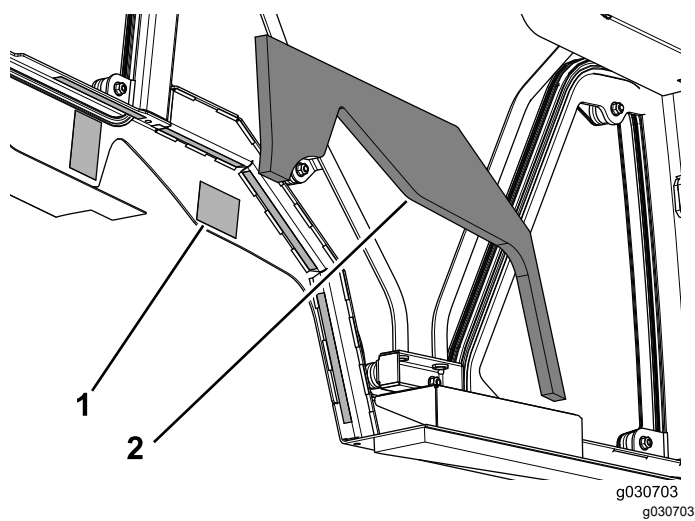

図 15
3. キャブユニットの左右両側の両面テープについている裏紙をはがす図 15。
4. キャブユニットに左タンク用ウレタンを取り付ける図 15。